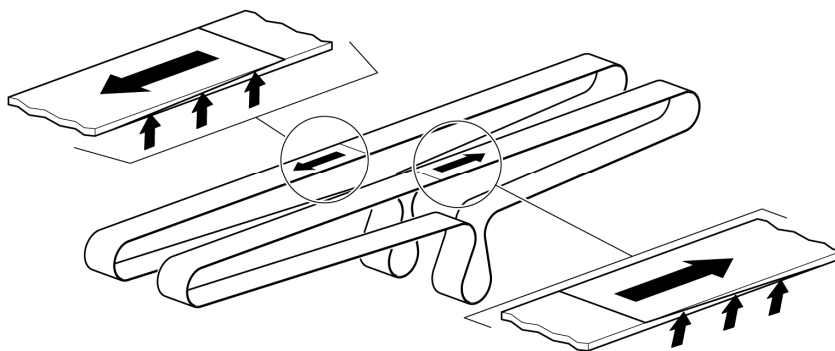

Fig.7
- 5 Appliquer une nouvelle bande transporteuse et remonter les composants dans le sens inverse. Respecter le sens de marche de la bande de convoyage (voir fig. 7).